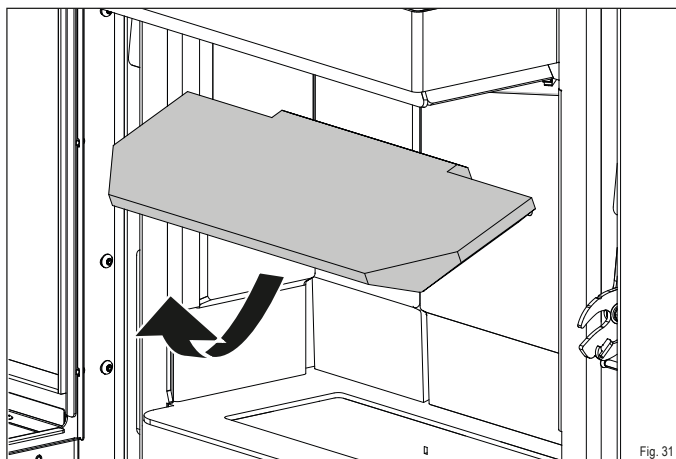

Fig. 31
- Retirez avec précaution la pierre thermique supérieure du foyer (Fig. 31).